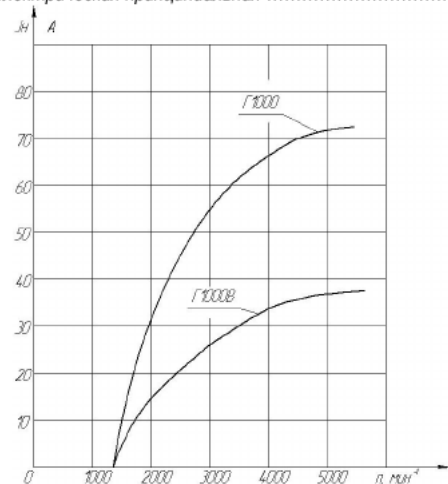

Рис. 1 Токоскоростная характеристика генераторов
2.2.9 Токоскоростная характеристика ..... см. Рис.1